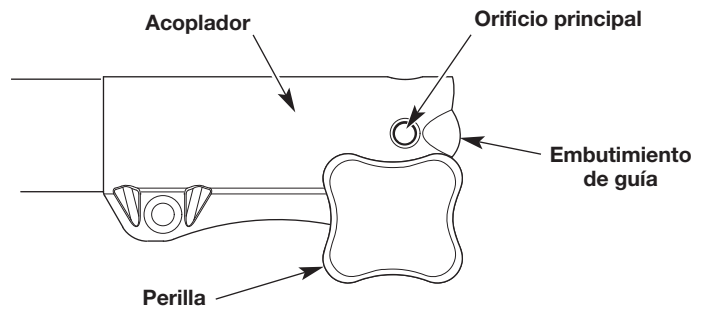
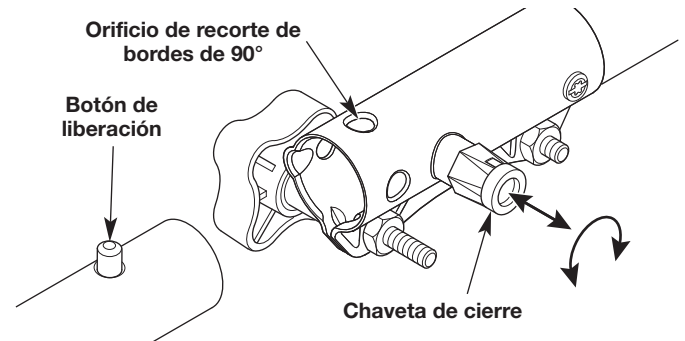

Fig. 2
Fig. 3
1. Gire la perilla en el sentido contrario a las agujas del reloj para aflojar el acoplador (Fig. 2).
2. Tire la chaveta de cierra hacia afuera y gírela 90° (Fig. 3) hacia un lado o el otro.
- a. Si el accesorio tiene un botón de liberación (Fig. 3), cálcelo a presión en el orificio principal (Fig. 2), salvo otras instrucciones para el accesorio en el manual del operador.
**NOTA:** La alineación del botón de liberación con el embutimiento de guía ayudará en la instalación (Fig. 2).
Para un bordeado decorativo con la mayoría de los accesorios de la recortadora de hilo, trabe el botón de liberación en el orificio de recorte de bordes de 90° (Fig. 3).
- a. Si el accesorio tiene un botón de liberación, presione y sostenga el botón (Fig. 3).
- b. Si el accesorio no tiene un botón de liberación, tire la chaveta de cierra hacia afuera y gírela 90° (Fig. 3) hacia un lado o el otro.